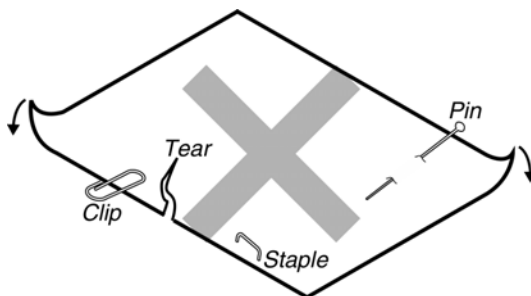

图 A-3
- 装进的纸一定不能有折叠、撕裂或带有订书钉、回形针、大头钉和任何杂物 (如图 A-3 所示)。如果装入的纸张带有其它杂物, 则极可能会严重损坏打印机。